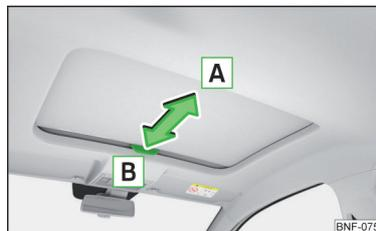

Fig. 39 Operación de la cortinilla antisolar enrollable
- Para **abrir**, tirar la manilla en el sentido de la flecha A » fig. 39.